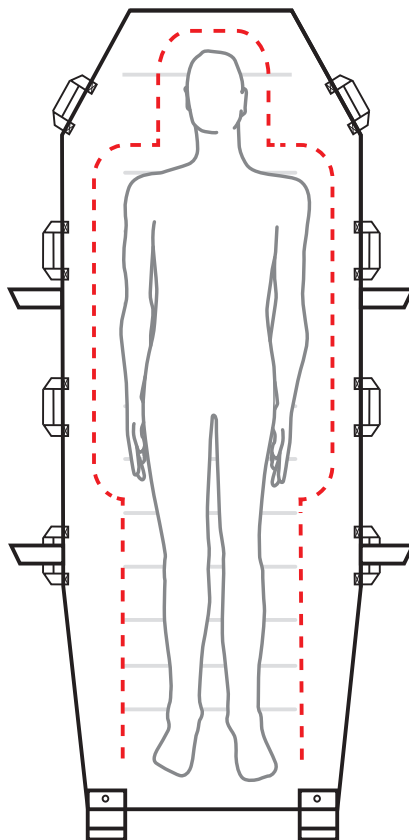

Fig. 6
- Försäkra dig om att inga delar av patientens kropp sticker ut utanför *Maxi Air*-madrassens kanter. Om fötterna sticker ut från fotändan, försäkra dig om att utrymmet räcker till för att genomföra förflyttningen, se "Fig. 6".